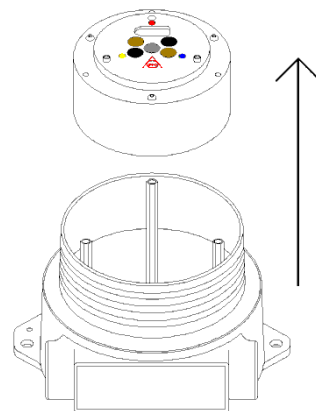

Figura 2-9
7. Deslize o disco do módulo do detector para fora da base do compartimento (veja a Figura 2-9).